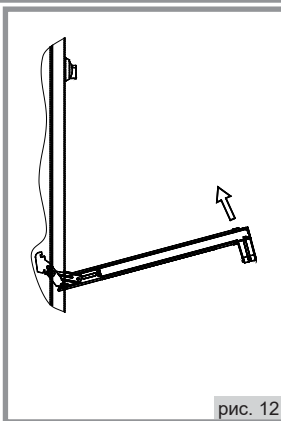

рис. 12
2. Прикрыть дверцу до упора, не прикладывая усилия, пока упоры не зафиксируют шарниры (рис. 12);